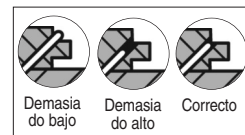

Figura 4
- Las placas adaptadoras y los ajustes de presión del aire inapropiados pueden causar daño grave a los pisos de madera dura y reducir su rendimiento (Figura 4). Siempre utilice un regulador en línea para controlar la presión del aire hacia la máquina. Ajuste la presión a 70-75 lbs./pulg.² para comenzar y luego ajuste hasta que el sujetador quede debidamente instalado.